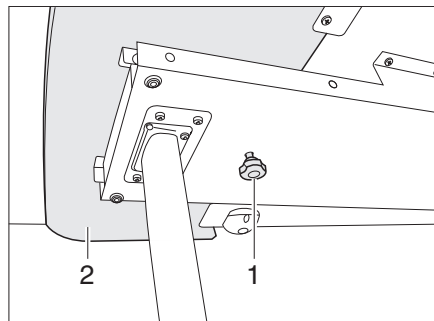
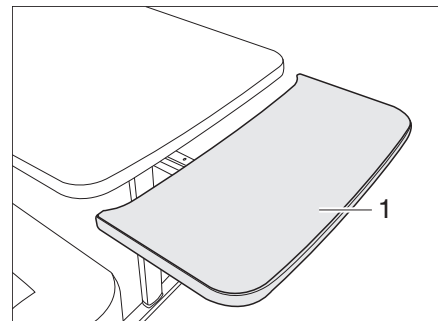

Bild 96 Verriegelung der Tischplattenverlängerung
Bild 97 Tischplattenverlängerung
- Rändelschraube (Bild 96,1) lösen.
- Tischplattenverlängerung (Bild 96,2) bis zum Anschlag herausziehen (Bild 97).
- Tischplattenverlängerung (Bild 97,1) in einem Bogen nach oben führen. Die Tischplattenverlängerung liegt bündig an der Tischplatte an.
- Tischplattenverlängerung (Bild 97,1) bis zum Anschlag von der Tischplatte wegziehen und gegen den Widerstand der Haltefedern nach unten drücken. Die Tischplattenverlängerung fährt in einem Bogen nach unten (Bild 97).
- Rändelschraube (Bild 96,1) festziehen.